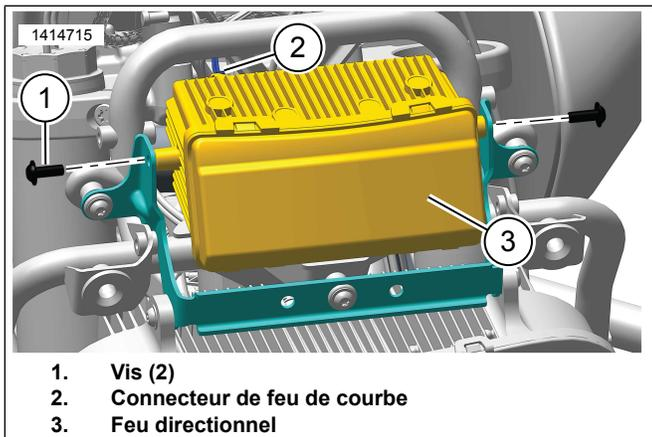

Figure 5. Feu directionnel
4. Voir la figure 5. Installer le feu directionnel (3).
5. Poser les vis (1). Serrer.